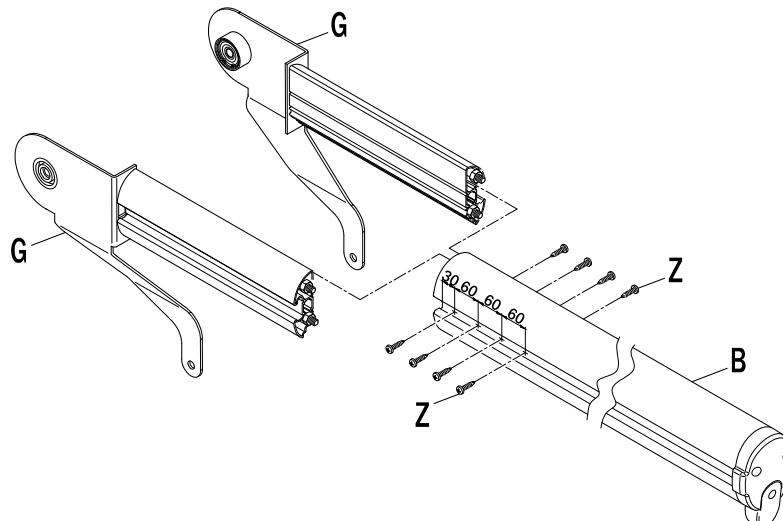
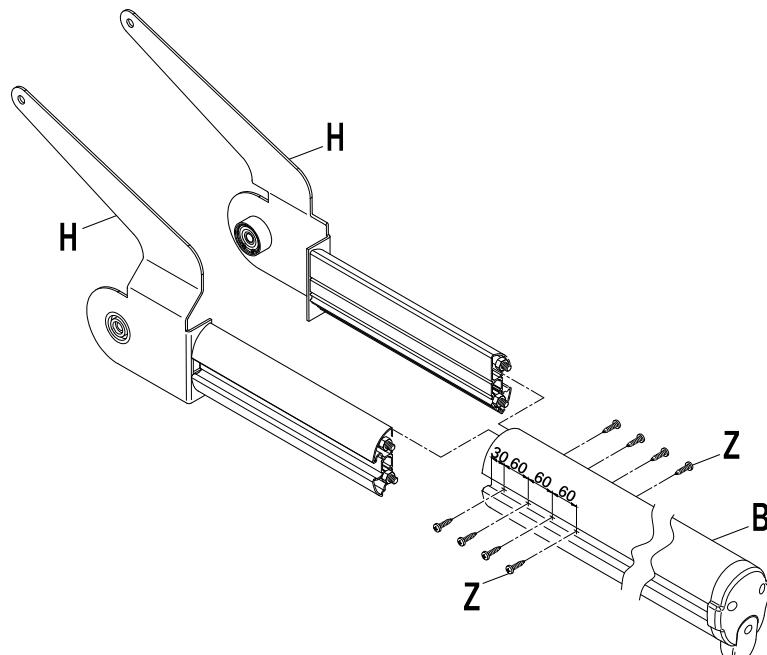

Fig. 4
Fig. 5
- Assemblare ora le 2 flange di rotazione [G] (per il modello **SND/BA/90/DW**) oppure [H] (per il modello **SND/BA/90/UP**) fissandole nell'estremità libera del profilo [B], come indicato in **Fig. 4** oppure **Fig. 5**, a seconda del modello prescelto.
- Now assemble the 2 rotation flanges [G] (for model **SND/BA/90/DW**) or [H] (for model **SND/BA/90/UP**) fastening them to the free end of section [B], as indicated in **Fig. 4** or **Fig. 5**, according to the chosen model.
- Jetzt die 2 Drehflansche [G] (für das Modell **SND/BA/90/DW**) oder [H] (für das Modell **SND/BA/90/UP**) an dem äußeren freien Ende des Stangenstücks [B] wie in der **Abb. 4** oder **Abb. 5**, je nach dem gewählten Modell, befestigen. Mit den mitgelieferten 4+4 selbst bohrenden Schrauben [Z] befestigen.
- Assembler maintenant les 2 brides de rotation [G] (pour le modèle **SND/BA/90/DW**) ou [H] (pour le modèle **SND/BA/90/UP**) en les fixant au niveau de l'extrême libre de l'axe [B], comme indiqué sur la **Fig. 4** ou **Fig. 5**, en fonction du modèle choisi précédemment.
- Ensamble ahora las 2 bridas giratorias [G] (para el modelo **SND/BA/90/DW**) o bien, [H] (para el modelo **SND/BA/90/UP**) fijándolas en el extremo libre de la sección [B], tal como se muestra en la **Fig. 4** o bien, **Fig. 5**, según el modelo elegido.
- Montar então os 2 flanges de rotação [G] (para o modelo **SND/BA/90/DW**) ou [H] (para o modelo **SND/BA/90/UP**) fixando-os na extremidade livre do tronco [B], como indicado na **Fig. 4** ou **Fig. 5**, de acordo com o modelo escolhido.